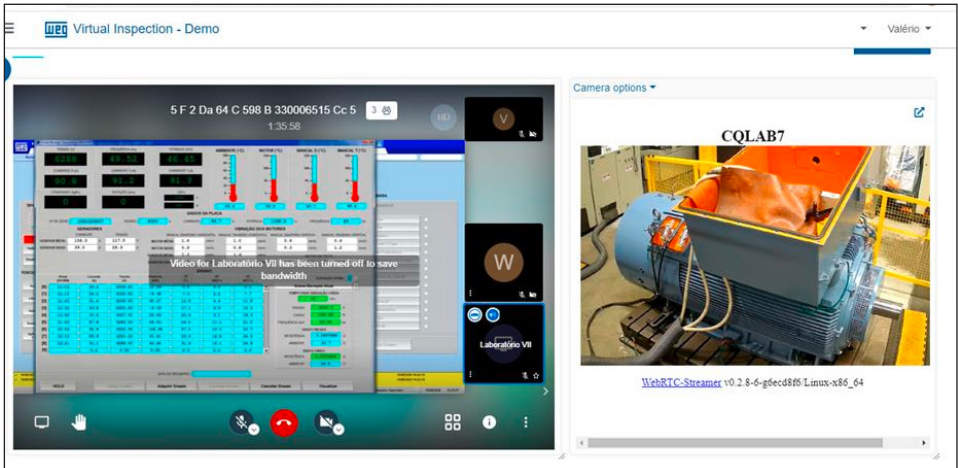

Figura 8- Inspección en vivo
■ Usted puede realizar el seguimiento de la inspección en vivo, conforme es detallado en la Figura 8.